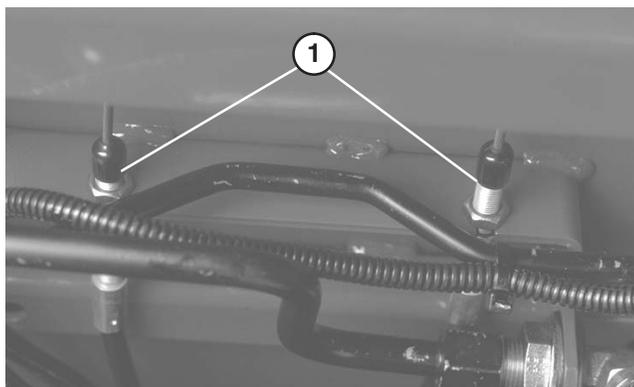

Figure 63
2. Pour réduire la garde aux pédales de frein, serrez les freins en desserrant l'écrou avant sur l'extrémité filetée du câble de frein (Fig. 63). Serrez ensuite l'écrou arrière pour ramener le câble en arrière jusqu'à obtenir une garde aux pédales de frein de 1,25 à 2,5 cm. Resserrez les écrous avant une fois que les freins sont réglés correctement.